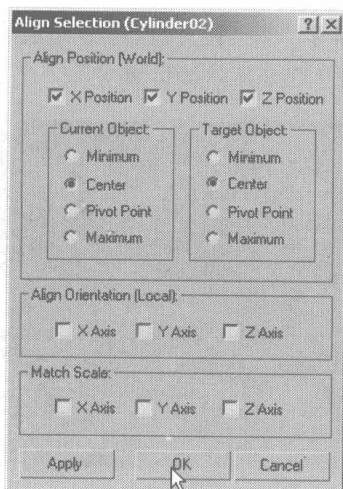
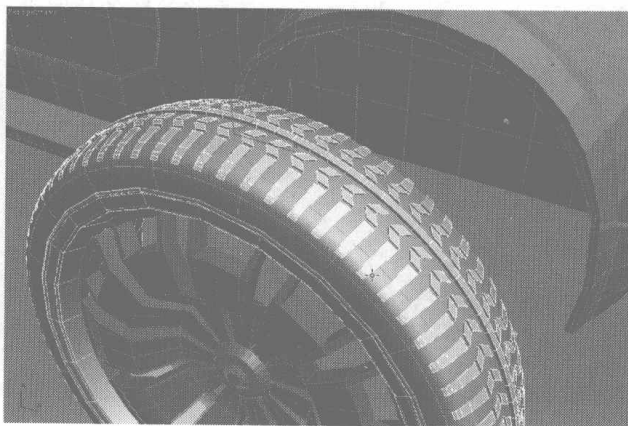

图 7.290
图 7.291
- 45 单击右键, 在弹出的快捷菜单中选择 Convert to Editable Poly 命令, 将该物体转换为可修改的 Polygon 模型。单击工具栏中的 按钮, 然后选择轮胎模型, 在弹出的对话框中设置对齐参数, 单击 **OK** 按钮, 如图 7.290。单击 **Attach** 按钮, 将轮胎上的纹理进行合并, 如图 7.291 所示。